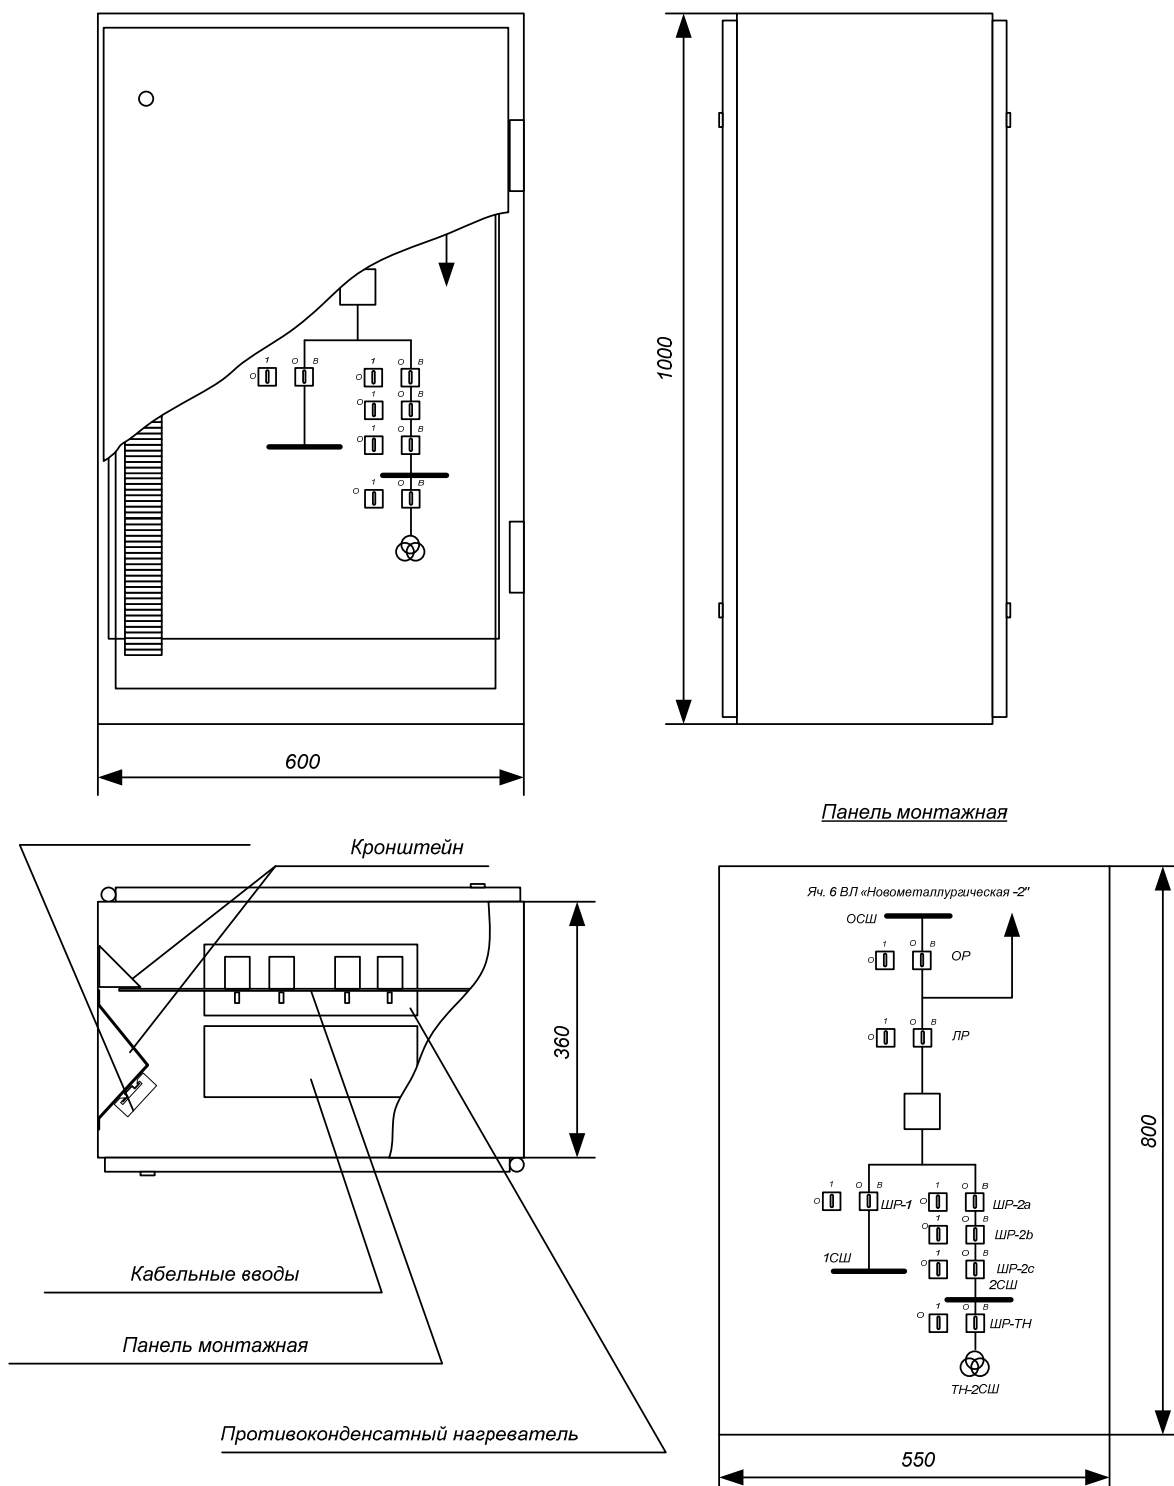

Рис. 1. Чертёж конструкции ШУР
4.2. Чертеж конструкции ШУР с указанием монтажных размеров приведен на рис. 1 в разделе 10.